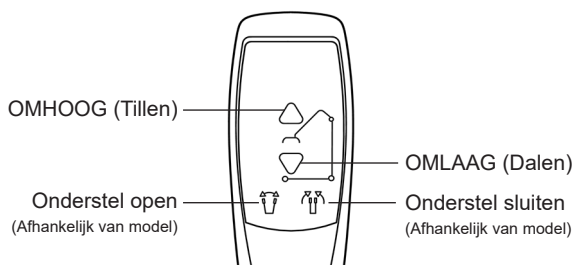

Fig. 9
- Druk op de knoppen OP en NEER op de handbediening en controleer of de tilarm overeenkomstig omhoog of omlaag gaat (fig. 9).